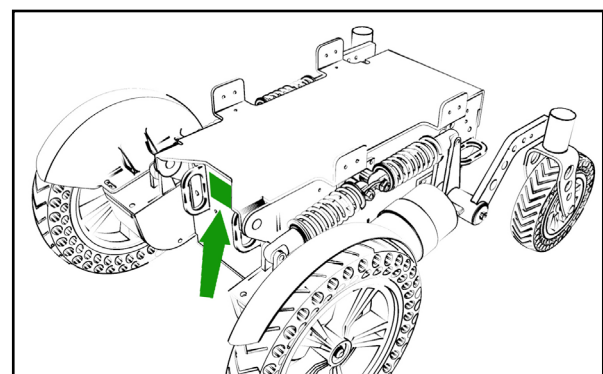

Abb. 2.2
7. Typenschild (Positionierung siehe Abb. 2.2)